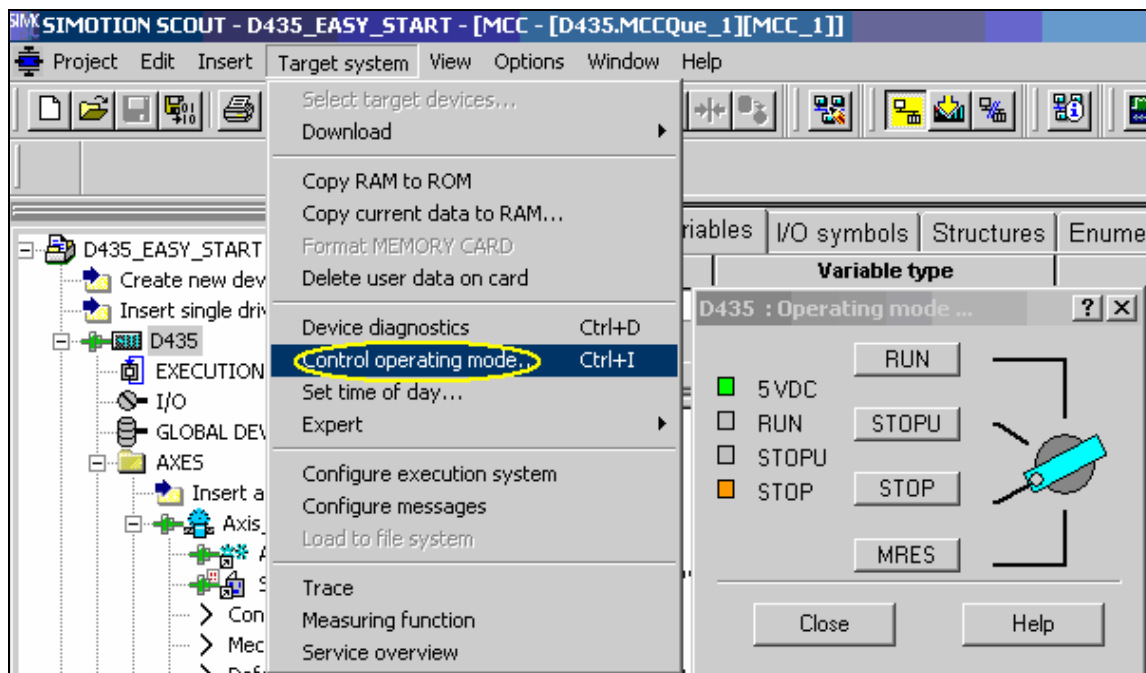

图. 61
(8) 测试程序运行
①使用“Operating mode”控制面板，如图 61，将运行状态由 STOP→RUN。